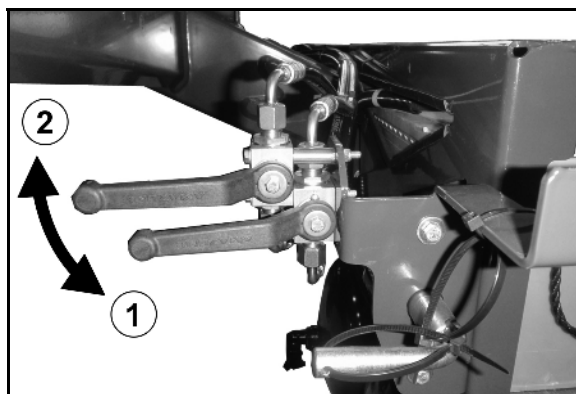

Fig. 23
- Åbn afspærringshanen på hydraulikblokken (Fig. 23/1).
- Luk afspærringshanen (Fig. 23/2):